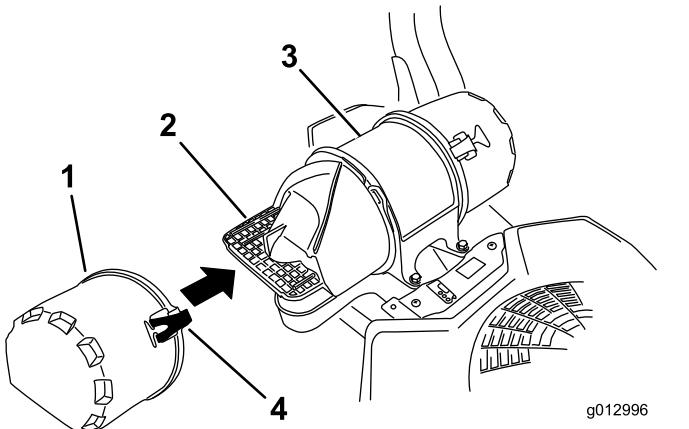

Figura 54
3. Abra los cierres del limpiador de aire y tire de la tapa de la entrada de aire para separarla del cuerpo del limpiador de aire (Figura 54).
5. Instale la tapa de la entrada de aire y sujetela con los enganches (Figura 54).